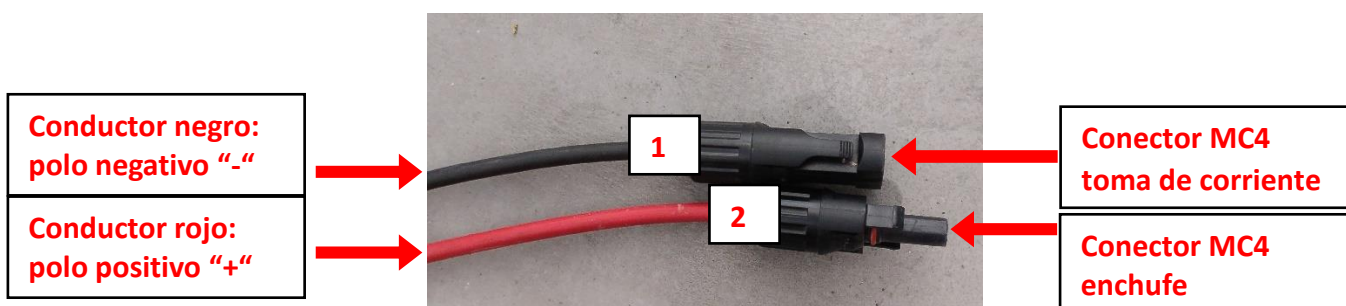

Figura 50 - Cables en derivación del cuadro de cadena con conectores MC4
- Aísle el tramo de cable al que se le va asignar el conector tipo MC4 (Figura 50).
Coloque los conectores tipo MC4 (no están incluidos) a los cables "+" y "-" en derivación del cuadro de cadena, como se muestra en Figura 50.